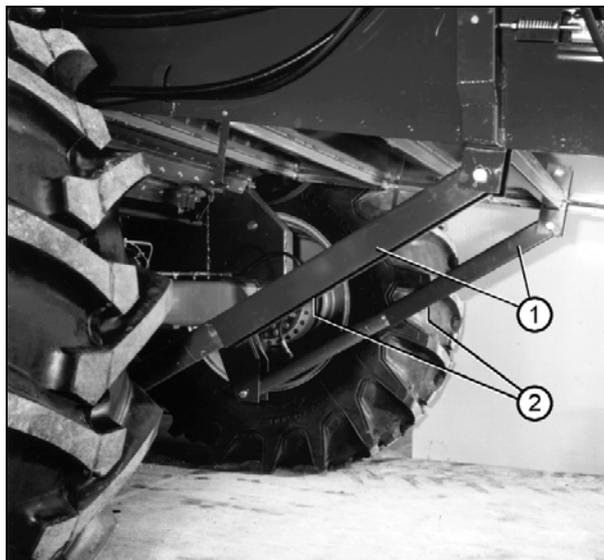

Рисунок 46
ПРЕДУПРЕЖДЕНИЕ: При необходимости работать под или на поднятой жатке и подъемнике надежно закрепите их в поднятом положении. (Рис. 46): Для этого поднять оба упора (1) над тягами (2) на подъемных цилиндрах жатки.